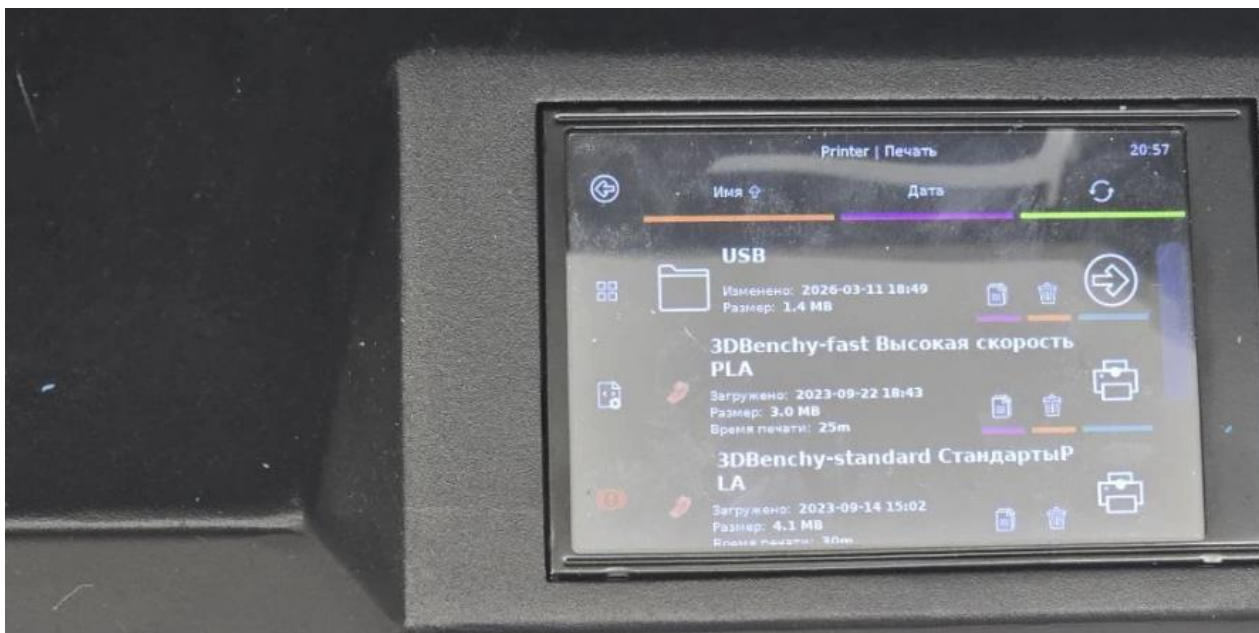

Рис. 31 Загрузка файла *.gcode
3. в меню принтера выберите *Print from SD* или *Print from USB* (Рис. 31);